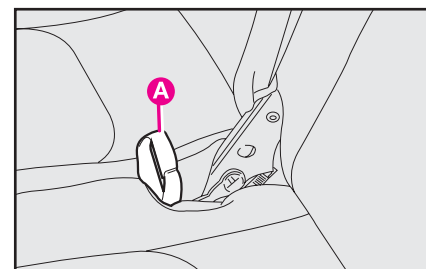
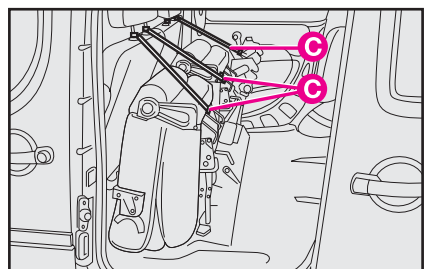

рис. 129
рис. 131
– наклонить вперед спинку среднего сиденья, потянув вверх за лямку **А** (рис. 129);
– закрепить опрокинутые сиденья специальными ремнями **С** (рис. 131) (по одному ремню для каждого сиденья), привязав их к передним подголовникам.
Чтобы установить сиденья в нормальное положение, отвяжите ремни **С** (рис. 131), откиньте боковые и подушку среднего сиденья назад, затем потяните лямку **А** (рис. 129), чтобы откинуть спинки сидений и закрепить их на кронштейнах.